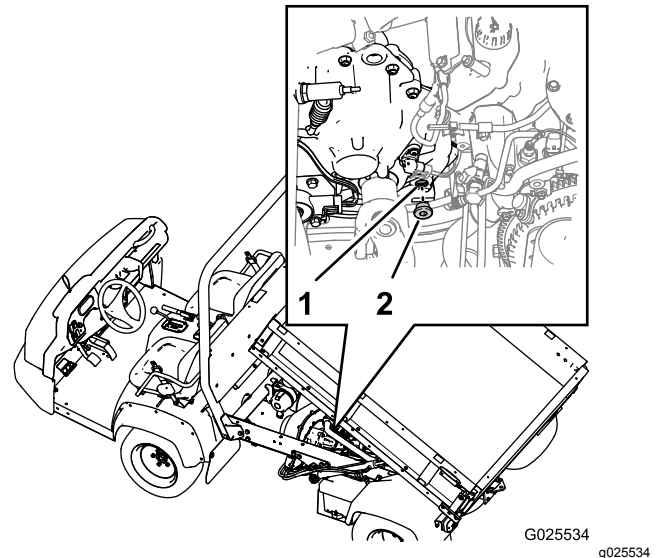

Figura 57
- 1. Posizionate il tappo di riempimento nell'area interna inferiore dietro la trasmissione (Figura 57).
- 3. Ruotate il tappo in senso antiorario e rimuovetelo dal foro di riempimento nella trasmissione (Figura 57).
- 4. Se il livello del fluido della trasmissione è basso, aggiungete il relativo fluido del tipo specificato nella trasmissione attraverso il foro di riempimento, in modo che il livello del fluido sia a filo con la base della filettatura nel foro (Figura 57).
- Montate il tappo di riempimento sulla trasmissione e serratelo manualmente (Figura 57).